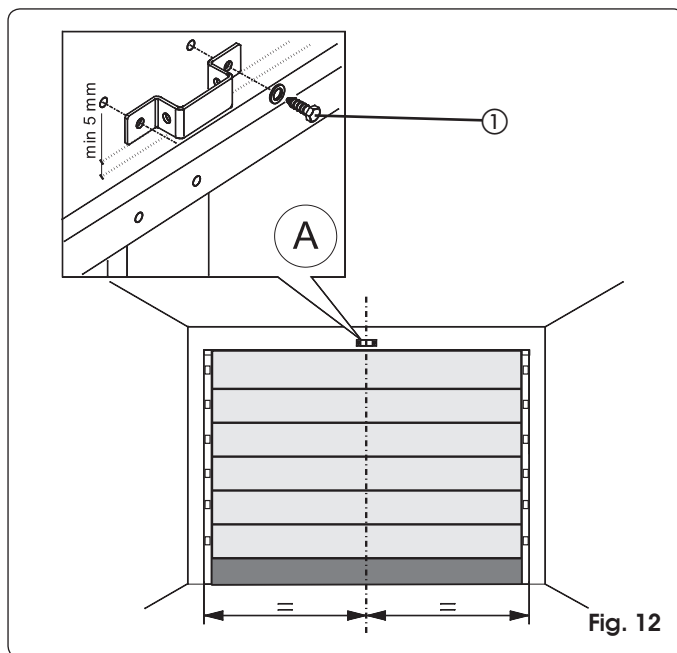

Fig. 12
- 1) Tracciare sull'architrave una linea corrispondente alla mezz'era verticale della porta (Fig. 12).
- 3) Posizionare la staffa di fissaggio dell'attacco anteriore con il bordo inferiore almeno 5 mm al di sopra del punto di intersezione delle linee e centrato con la linea verticale (Fig. 12). Fare riferimento anche al paragrafo 7.2. per il corretto posizionamento della staffa rispetto al punto di attacco sulla porta.
- 5) Procedere alla foratura ed al montaggio, tramite le viti (rif. ① Fig. 12) **NON** fornite a corredo.